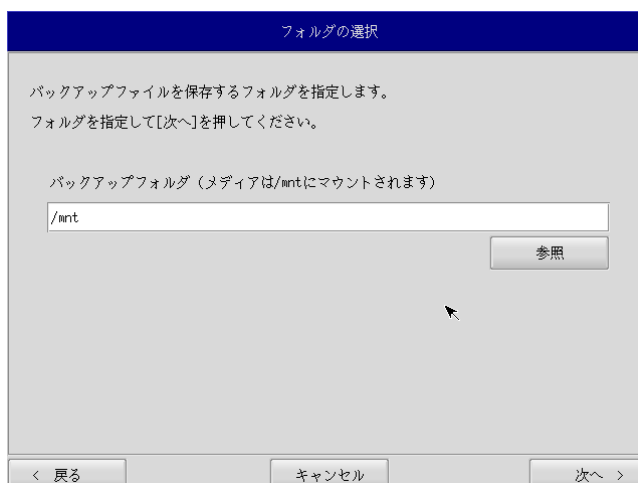

図 5-3-3. フォルダ選択画面
- ⑦ フォルダ選択画面（図 5-3-3）が表示されます。[参照]ボタンを押します。
- ⑨ フォルダ選択画面（図 5-3-3）で指定したバックアップフォルダが入力されていることを確認します。[次へ]ボタンを押します。